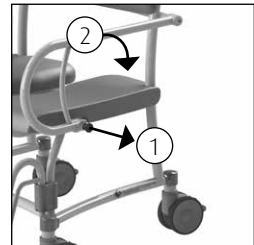

Abbildung 5 Armlehne.
- Indem der Sicherungsstift nach außen gezogen wird, wird die Armlehne entriegelt (1) (Siehe Abbildung 5).
- Die Armlehne kann jetzt einfach nach hinten gedreht werden (2) (Siehe Abbildung 5 und 6).